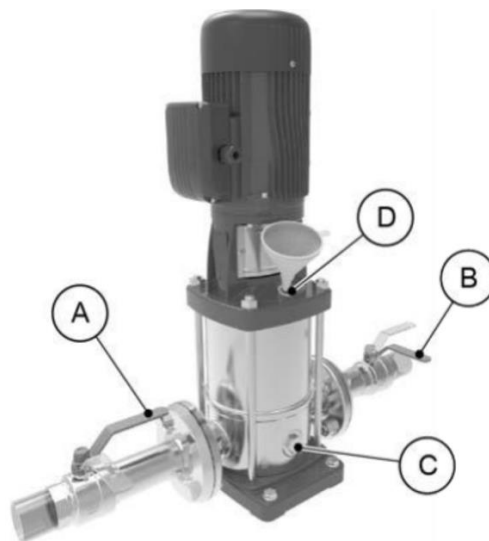

Рисунок 5.2
1. Откройте двухпозиционные клапаны на стороне всасывания (A) и нагнетания (B); см. рисунок 5.2.
2. Ослабьте пробку сливного отверстия (C).
3. Снимите пробку заливного отверстия (D).
5. Затяните пробку (C).
6. Закройте пробку (D).